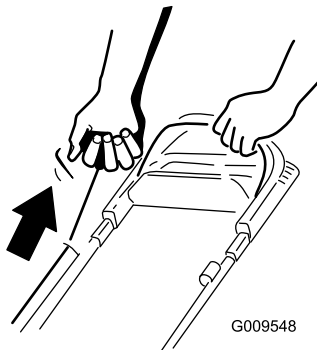

Bild 18
2. Ziehen Sie am Rücklaufstartergriff (Bild 18).
**Hinweis:** Ziehen Sie leicht am Rücklaufstartergriff, bis Sie einen Widerstand spüren. Ziehen Sie ihn dann kräftig durch (Bild 18). Lassen Sie das Seil langsam zum Holm zurücklaufen.